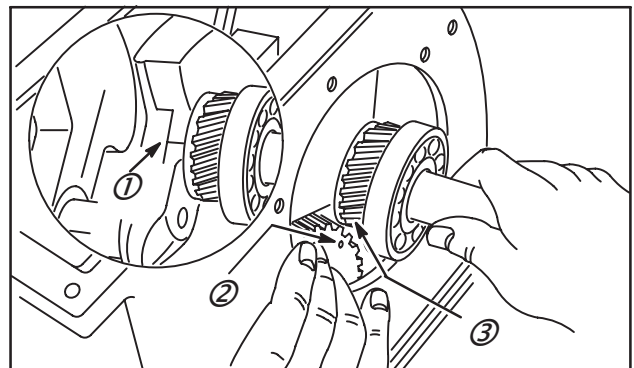

Fig. 21
1. Marquer le haut de la dent (3) à la craie ou au crayon.
2. Les repères étant alignés, installer le vilebrequin. Faire attention de ne pas endommager le maneton, Fig. 21.